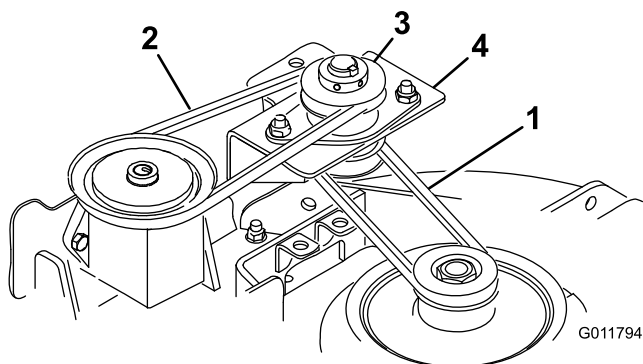

Figura 17
- Allentate il bullone e il dado di fissaggio del gruppo albero intermedio per regolare la staffa (Figura 17).
- Allentate i (2) bulloni e dadi che fissano la staffa di regolazione alla struttura del soffiatore (Figura 17).